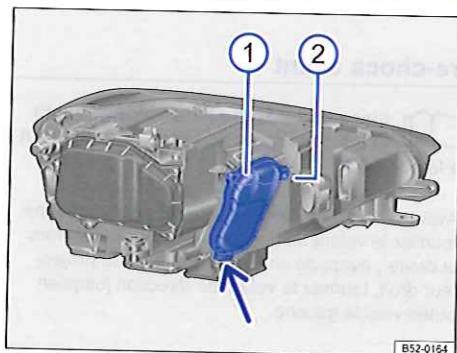

Fig. 255 Dans le compartiment-moteur : cache du projecteur avant gauche ① feu de braquage et clignotant
3.	Rabattez vers le haut l'étrier de retenue → fig. 255 ② situé au dos du projecteur puis retirez le cache ①.
7.	Mettez en place le cache ① dans le logement (flèche). Poussez le cache sur le boîtier puis rabattez l'étrier de retenue ② vers le bas jusqu'à ce qu'il se verrouille.